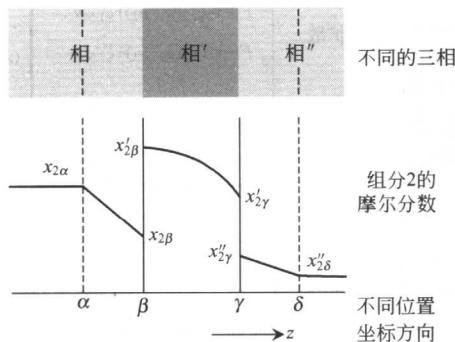

图 1.1 三种不同的相
- ④ 在示例中会讨论不同位置处的浓度，其中位置以下标的希腊字母表示。如果考虑不同的相，则位置以加撇号区别，如图 1.1 所示。